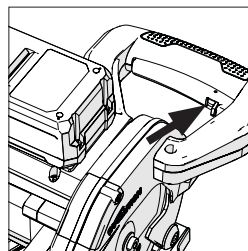

Afb. 15
- Zorg ervoor dat de zaagkop zich in de vergrendelde positie bevindt met de grendelpen volledig in de bus (zie **Afb. 15**).
- Zorg ervoor dat de zaagkop zich in de vergrendelde positie bevindt met de grendelpen volledig in de bus (zie Afb. 15).
- Trek de vergrendelingspin van de kop uit (**Afb. 15**) en laat de zaagkop omhoog gaan naar zijn hoogste stand.